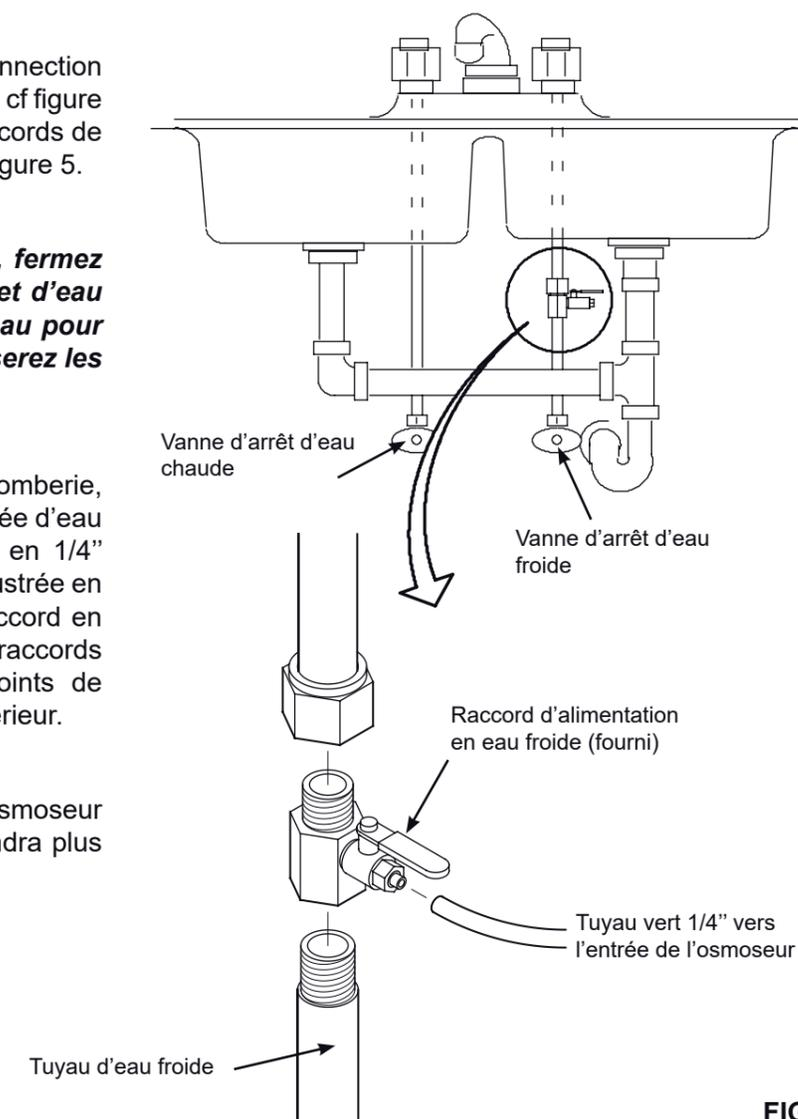

FIG. 5
1. Avant de commencer, fermez les robinets d'arrivée d'eau froide et d'eau chaude (cf Figure 5).
Le raccord doit comporter un connection 1/4" (6.35 mm) au tuyau de l'osmoseur, cf figure 20. Une installation type, avec des raccords de plomberie standards est illustrée en Figure 5.
IMPORTANT: Avant de commencer, fermez les robinets d'arrivée d'eau froide et d'eau chaude (cf Figure 5). Utilisez un seau pour récupérer l'eau lorsque vous dévisserez les tuyaux.
En accord avec les normes de plomberie, installez un raccord sur le tuyau d'arrivée d'eau froide pour insérer ensuite un tuyau en 1/4" (6.35 mm). Une connection type est illustrée en Figure 5. Vous pouvez utiliser des raccords en soudure ou filetés. Si vous utilisez des raccords filetés, assurez-vous d'utiliser des joints de tuyaux ou du Teflon sur le filetage extérieur.